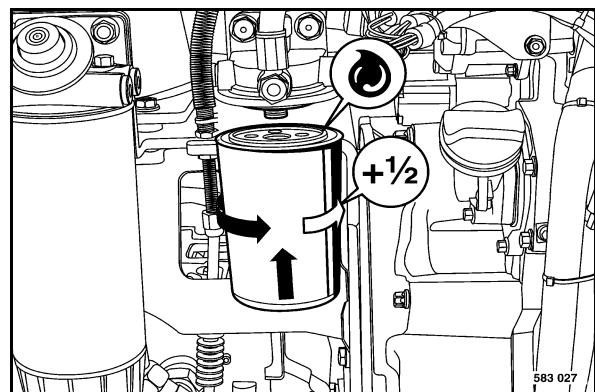

fig. 158
- Enduire légèrement d'huile le joint en caoutchouc (fig. 158) de la nouvelle cartouche filtrante.